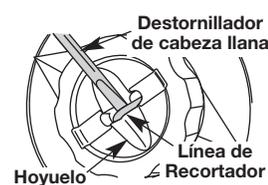

Fig. 32
2. Con la ayuda de un destornillador plano, inserte la punta en la hendidura de línea que está exactamente debajo de la parte de la línea expuesta (Fig. 32).